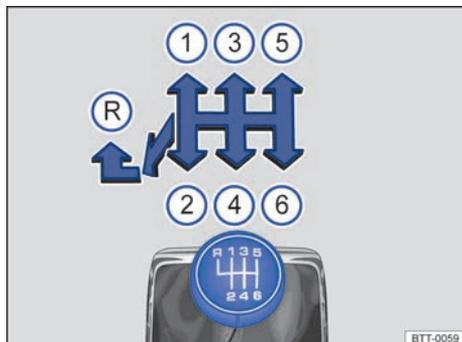
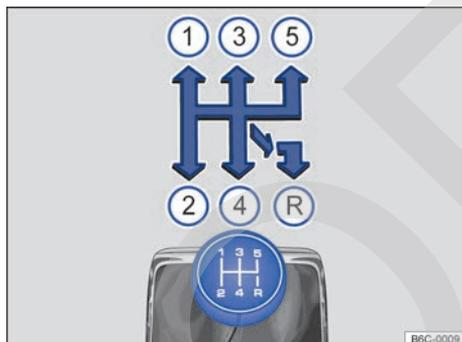

Fig. 107 Esquema de las marchas de un cambio manual de 5 o 6 marchas (variante 1).
Fig. 108 Esquema de las marchas de un cambio manual de 5 marchas (variante 2).
En la palanca de cambios están representadas las posiciones de cada una de las marchas → fig. 107 o → fig. 108.
- Mueva la palanca de cambios completamente hacia la izquierda y después hacia delante para situarla en la posición de la marcha atrás → fig. 107 (R).
- Mueva la palanca de cambios completamente hacia la derecha y después hacia atrás para situarla en la posición de la marcha atrás → fig. 108 (R).